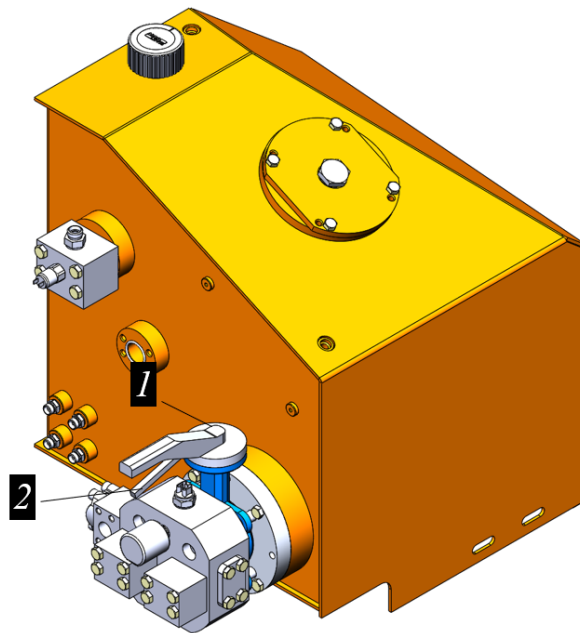

Рисунок 3.109. Процедура перекрытия дискового затвора
- Перекрыть дисковый затвор 1 на линии всасывания см. рис. 3.109.
Дисковый затвор (кран) размещен между распределительной плитой и фланцем. Для закрытия необходимо нажать и, удерживая фиксатор 2, повернуть рукоятку крана 1, рис. 3.109. Открывать дисковый затвор (кран) аналогичным способом.
- ▶ Открыть дисковый затвор на гидравлическом баке, рис. 3.109.
- ▶ Перекрыть дисковый затвор на гидравлическом баке, см. рис. Рисунок 3.109.
- ▶ Открыть запорный кран на гидравлическом баке, рис. 3.109.